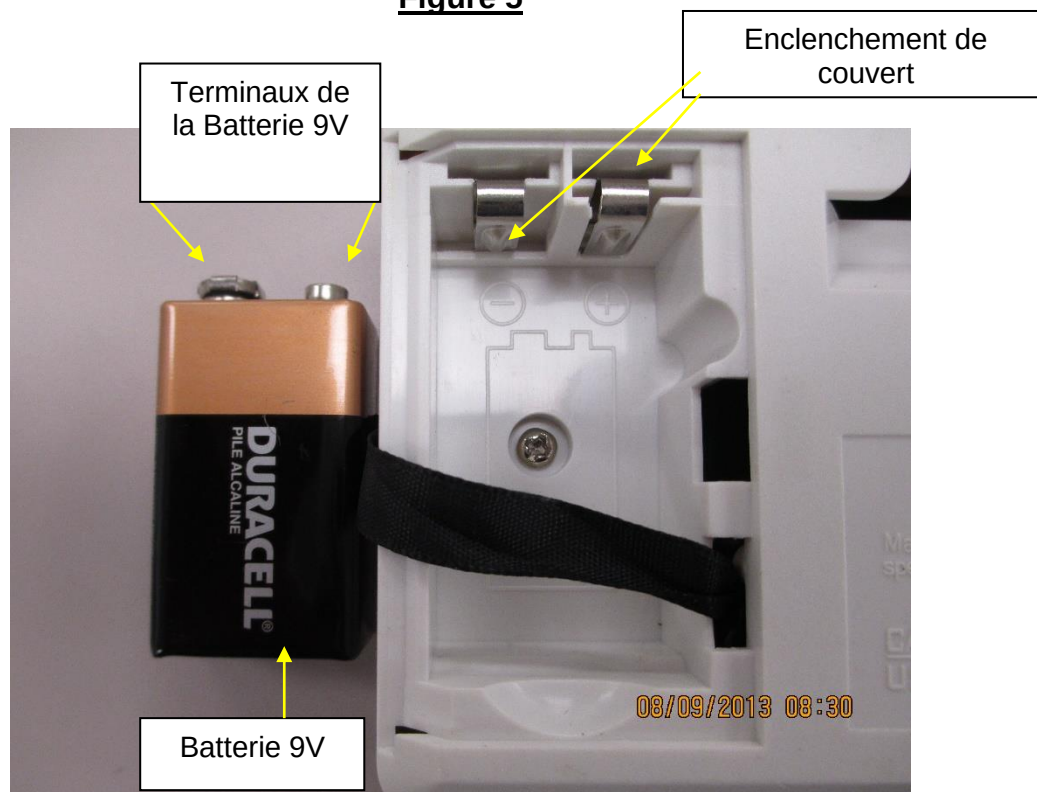

Figure 6
3. Remplacez ou installez la batterie (figure 6 à la page 13).